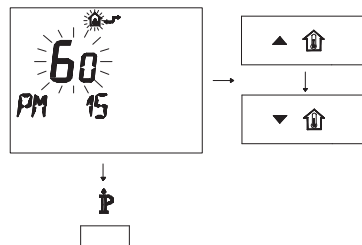

Figura 5.21
- Modificare il SET programmato agendo sui pulsanti  o  fino a visualizzare un **set di 60**, aspettare che il numero programmato cominci a lampeggiare (Figura 5.21).